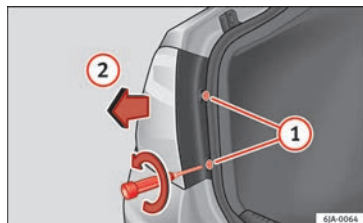

Fig. 153 Desmontar a unidade de luz traseira na lateral.
- Puxe a unidade da luz traseira para trás (» Fig. 153 ②) até extrair o farolim do seu alojamento.
- Com a chave de fendas de dotação ou uma chave Torx 20 (T20) desaperte (girando para a esquerda) e retire os dois parafusos de fixação da zona frontal do farolim » Fig. 153 ①, tendo cuidado para não os perder.